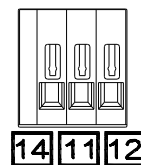

図 4
- (2) 劣化識別端子(図4)にてテスター等により導通確認、およびリレー接点渡しの遠隔モニターが可能になります。